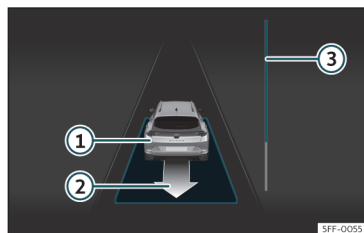

Fig. 174 Sul display del quadro strumenti: uscire da un parcheggio in linea.
- Retrocedere finché non si sentirà il segnale continuo del ParkPilot; **OPPURE:** spostarsi in retromarcia finché nel display del quadro strumenti non comparirà l'indicazione di spostarsi con la marcia in avanti. La barra di avanzamento>>> **fig. 174**  indica la distanza che si deve percorrere>>> pag. 280.